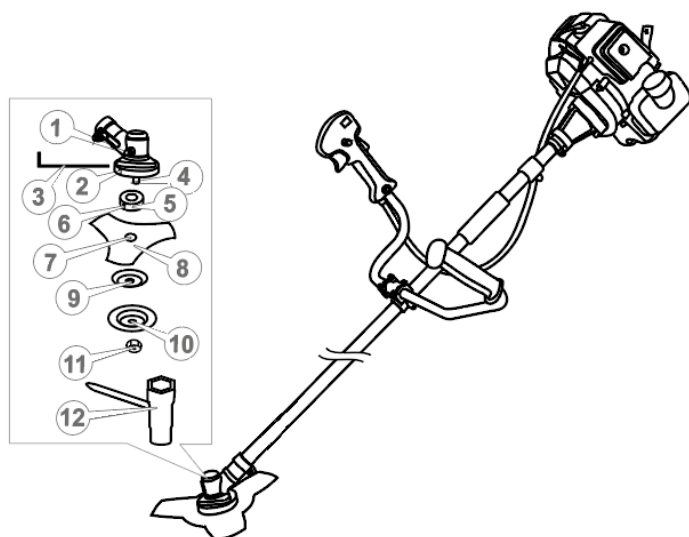
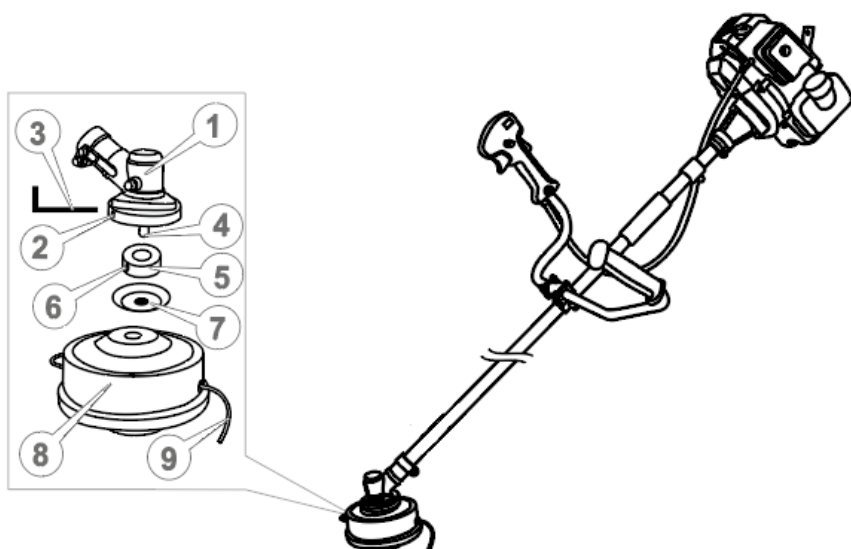

Рисунок 4. Схема встановлення різального ножа.
Рисунок 5. Схема встановлення різальної головки із жилкою.
- вставити шестигранний ключ (3, рис. 4) або викрутку в стопорний отвір (2, рис. 4) редуктора, фіксуючи таким чином вал від провертань;
- відкрутити за допомогою накидного ключа (12, рис. 4) верхню фіксуючу гайку лівої нарізки (11, рис. 4), зняти її, після чого зняти захисну кришку тарілчастої форми (10, рис. 4) та шайбу тарілчастої форми (9, рис. 4), залишаючи на шпинделі (4, рис. 4) приводну шайбу-перехідник (5, рис. 4);
- поверх приводної шайби вкласти різальний ніж (8, рис. 4) таким чином, щоб посадковий уступ приводної шайби (5, рис. 4) увійшов у посадковий отвір ножа (7, рис. 4);
- поверх ножа по чергову встановити на шпиндель редуктора шайбу тарілчасту (9, рис. 4), захисну кришку (10, рис. 4) і надійно закріпити гайкою лівої нарізки (11, рис. 4) за допомогою накидного ключа (12, рис. 4);
- витягнути ключ (3, рис. 4) із стопорного отвору (2, рис. 4) редуктора (1, рис. 4).
Фіксуюча гайка (11, рис. 4) має ліву нарізку.
– вставити шестигранний ключ (3, рис. 5) або викрутку в стопорний отвір (2, рис. 5) редуктора, фіксуючи таким способом вал від провертань;
- відкрутити за допомогою накидного ключа (12, рис. 4) верхню фіксуючу гайку лівої нарізки (11, рис. 4), зняти її, після чого зняти захисну кришку (10, рис. 4), залишаючи на шпинделі (4, рис. 5) приводну шайбу (5, рис. 5) та шайбу тарілчастої форми (7, рис. 5);
- поверх шайби тарілчастої форми накрутити різальну головку із жилкою (8, 9, рис. 5);
- витягнути шестигранний ключ (3, рис. 5) або викрутку із стопорного отвору (2, рис. 5) редуктора (1, рис. 5).